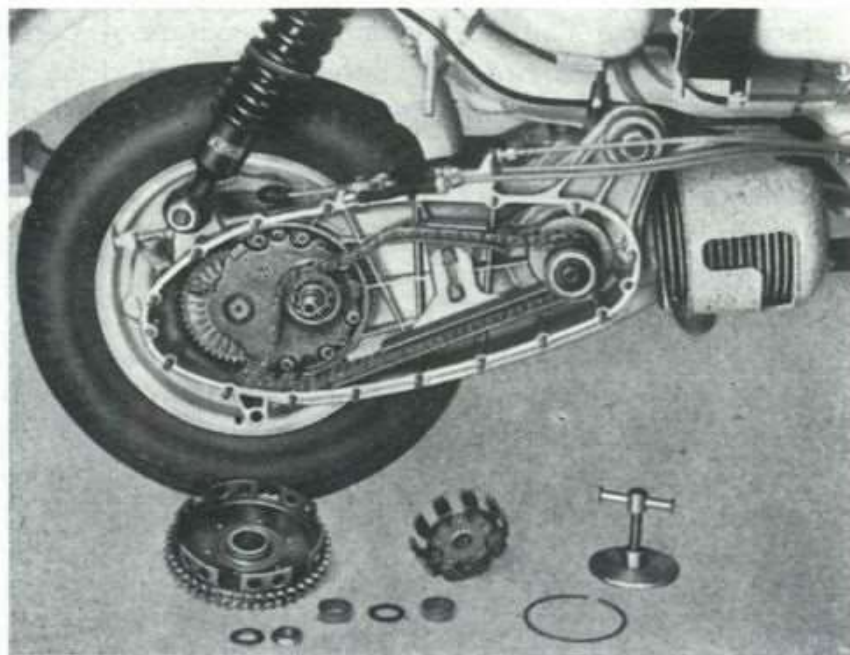

Fig. 8
- 11 Smontare la campana interna ed esterna della frizione: infilare l'attrezzo n. 59328 nella campana interna, rimontare l'anello elastico ed estrarre la campana interna. Sfilare quindi la campana esterna, le gabbie e le rondelle di rasamento. Vedi fig. 8.